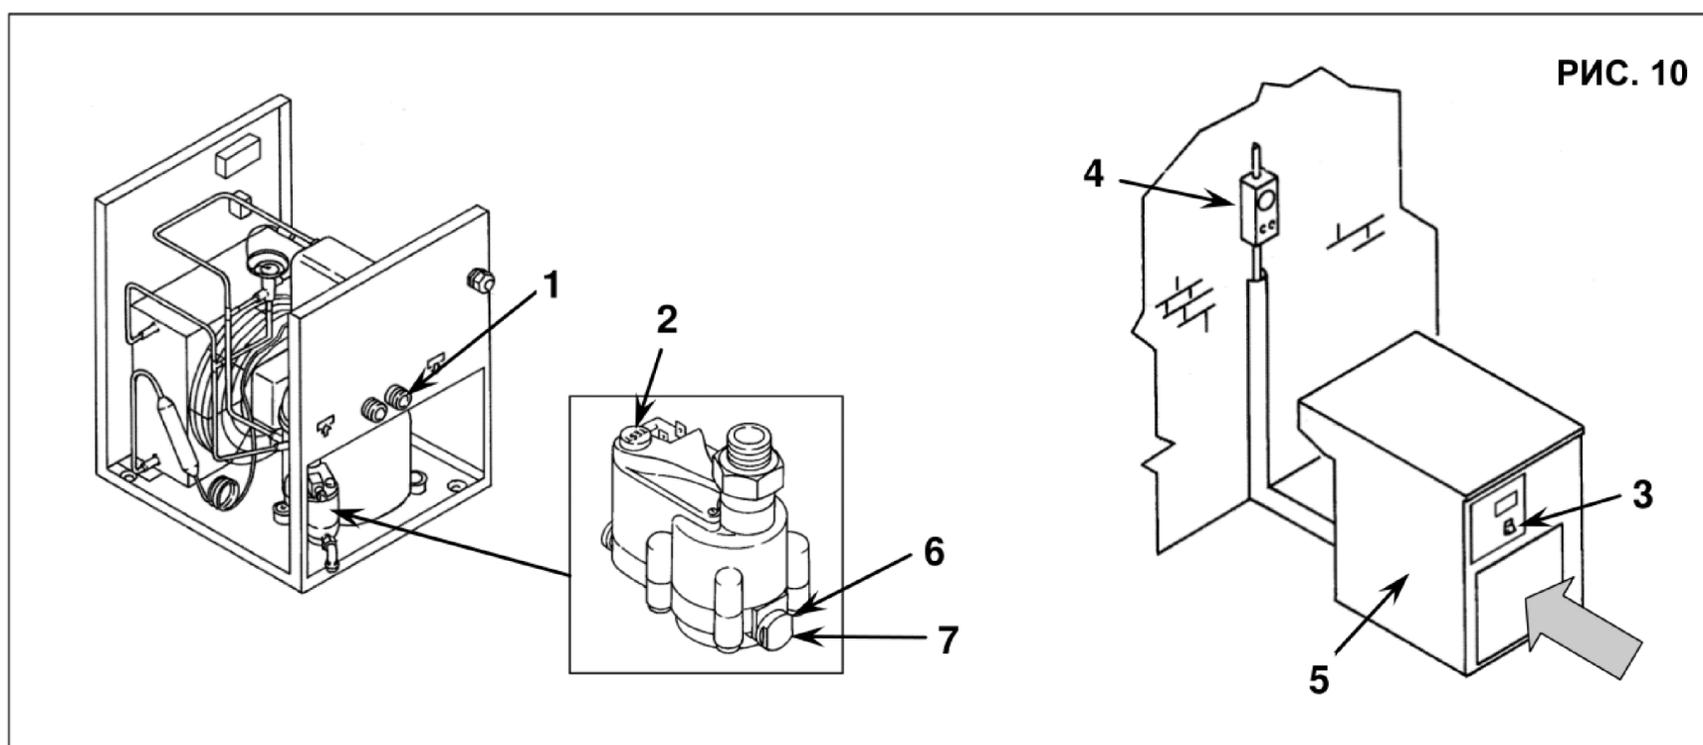

РИС. 10
15.2 ОЧИСТКА ФИЛЬТРА УСТРОЙСТВА АВТОМАТИЧЕСКОГО СЛИВА КОНДЕНСАТА (Рис. 10)
- Закройте кран, поз. 1, рис. 10
- Сбросьте давление в осушителе, нажав кнопку слива конденсата "TEST", расположенную на пароотделителе, поз. 2, рис. 10.
- Выключите устройство, нажав кнопку "STOP", поз. 3, рис. 10
- Включите автоматический дифференциальный переключатель питания, поз. 4, рис. 10
15.3 ОЧИСТКА КОНДЕНСАТОРА (Рис. 10)
- Снимите панели, поз. 5, рис. 10
- Очистите ребра конденсатора, поз. 1, сжатым воздухом (Рис. 10). **НЕ ИСПОЛЬЗУЙТЕ ВОДУ И РАСТВОРИТЕЛИ**
- Установите панели, поз. 5, рис. 10
ПОРЯДОК ДЕЙСТВИЙ ПРИ СБРОСЕ ДАВЛЕНИЯ (Рис. 10)
- Закройте краны, поз. 1, рис. 10
- Сбросьте давление в осушителе, нажав кнопку слива конденсата “TEST”, расположенную на пароотделителе, поз. 1, рис. 10
- Выключите устройство, нажав кнопку “STOP”, поз. 3, рис. 10